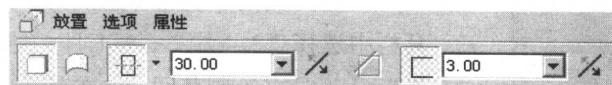

图 1-9 “拉伸”操控板
(9) 在“特征”工具栏中单击“拉伸”工具按钮 \square ，打开“拉伸”操控板。单击其右侧的下拉按钮并选择“对称”**对称**选项，然后将拉伸深度设置为 30，单击“加厚草绘”**加厚**按钮并将厚度值设置为 3，如图 1-9 所示。